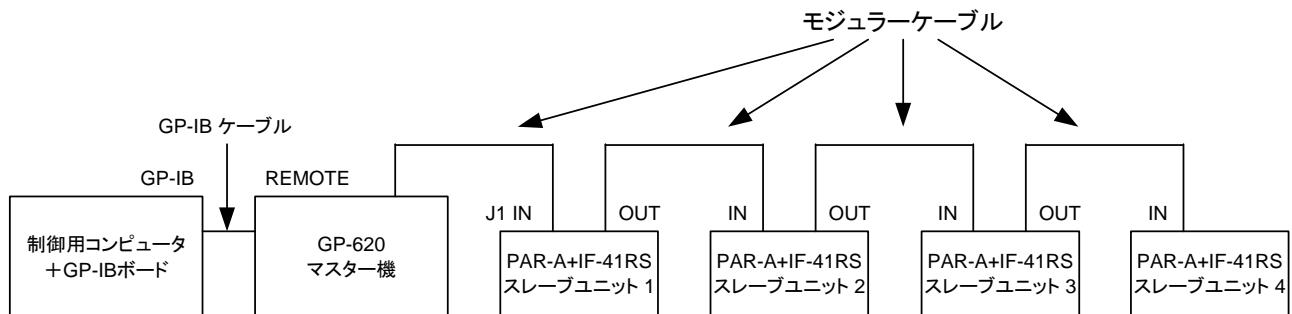

Fig.15 GP-620 を使用したリモートコントロール
- GP-620(当社製品 GP-IB アダプタ)を使用して、GP-IB によるコントロールが可能です。Fig.15 のように接続し、PAR-A 電源(IF-41RS 搭載)を 4 台制御できます。コンピュータと GP-620 の接続、設定については GP-620 の取扱説明書をご覧ください。